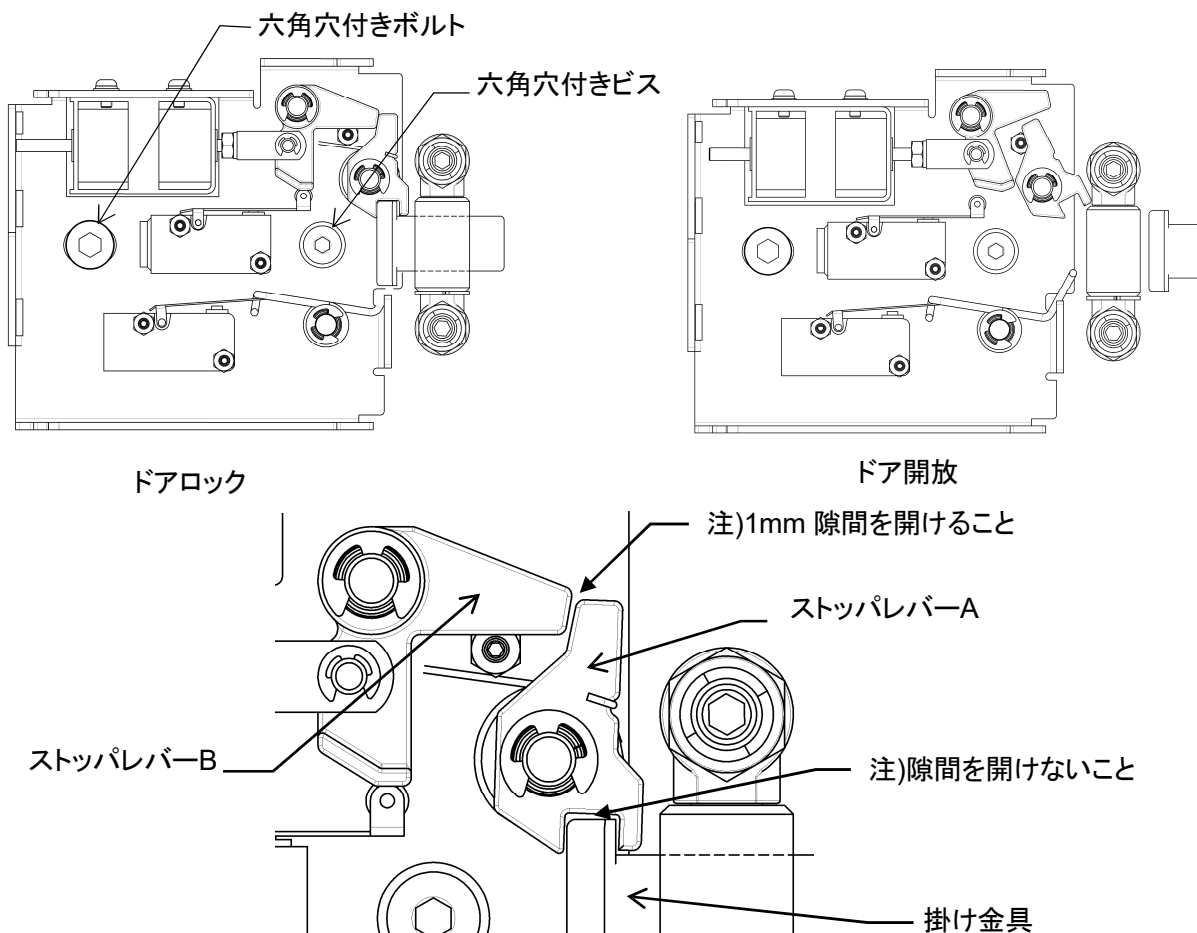

図8-11
- ・ ドアロック及びドア開放時、図8-11の様になっています。
- ・ ドアロック時、ストップレバーA,Bと掛け金具が図8-11の様にかみ合う位置に来る様に六角穴付きボルトと六角穴付きビスを緩めドアロック部を左右にずらし調整します。